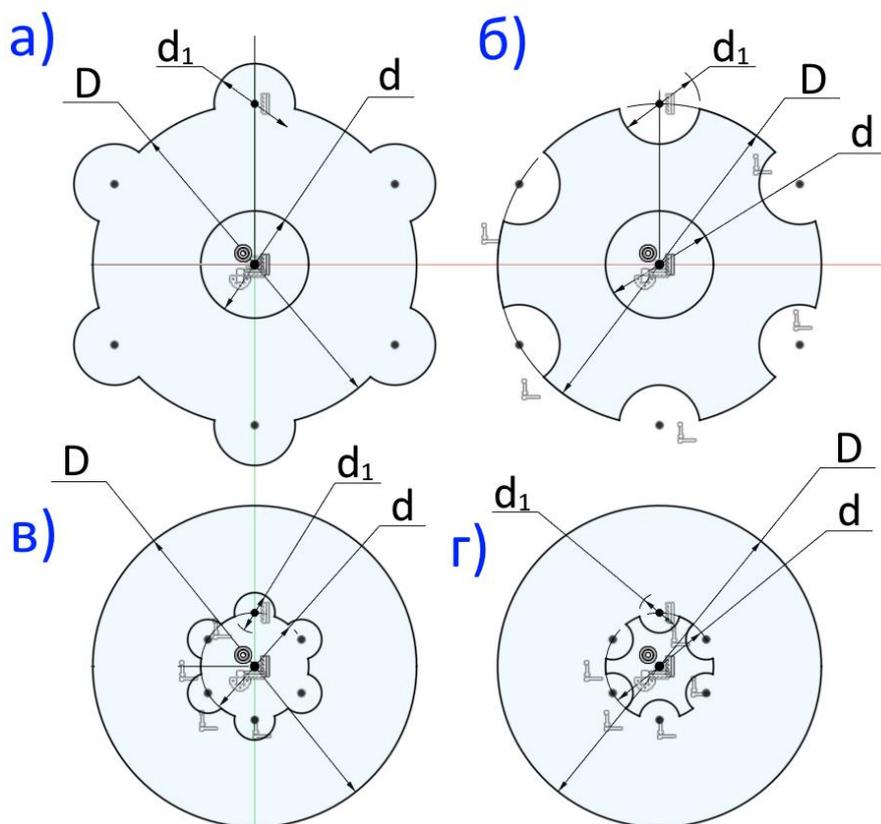

Рис. 5.5. Контур деталі
1. Згідно свого варіанту (таблиця 5.2) обрати і побудувати ескіз (рис. 5.5) з вказаними з вказаними у таблиці розмірами і кількістю елементів для масиву. При побудові контуру ескізу використати інструмент  «Circular Pattern» - круговий масив панелі інструментів «**SKETCH**».